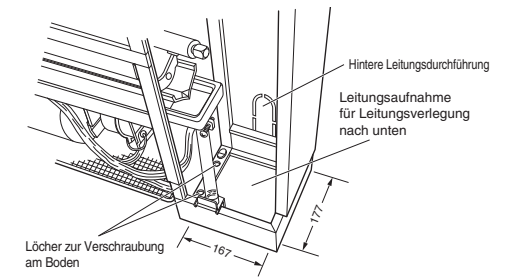

Abb. 3-112
- Wenn die Leitungen nach unten verlegt werden müssen, siehe die in Abb. 3-112 angegebenen Öffnungsmaße.